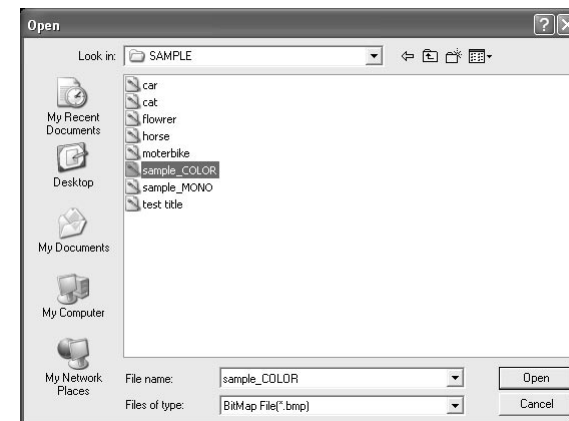

Figura 10 Cuadro de diálogo de selección de archivo
- 3** Cuando se haga clic en el botón "Open File", aparecerá el cuadro de diálogo de selección de archivo mostrado en la figura 10. Seleccione el archivo de imágenes (BMP, JPG o JPEG) que va a ser transferido y haga clic en "OK".